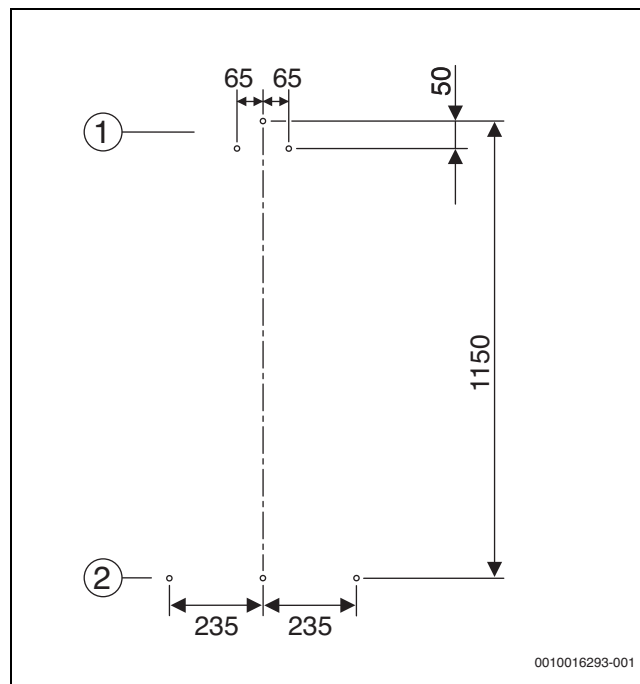

Bild 13 Maße für Bohrlöcher
- ▶ Bohrlöcher nach Bild 13 an Decke anzeichnen.